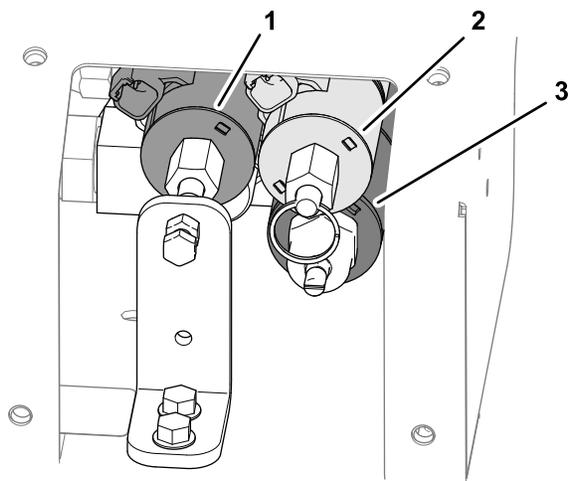

Рисунок 28
3. Найдите 3 гидрораспределителя (Рисунок 28).